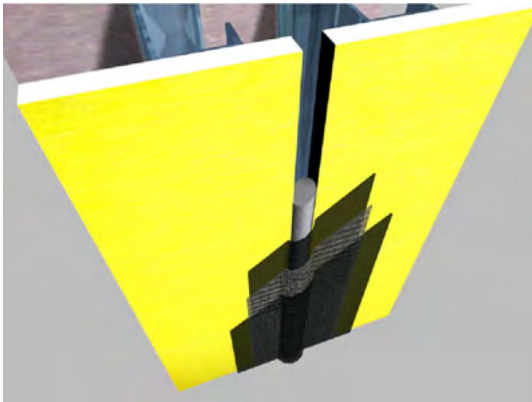

Figure 5
- 5.1.2.3. Utiliser un pinceau ou un rouleau à mousse de 19 mm (3/4 po), appliquer une généreuse couche d'enduit AquaFlash au boudin d'éthafoam et à la surface du support adjacent de la largeur du treillis AquaFlash - Figure 5.